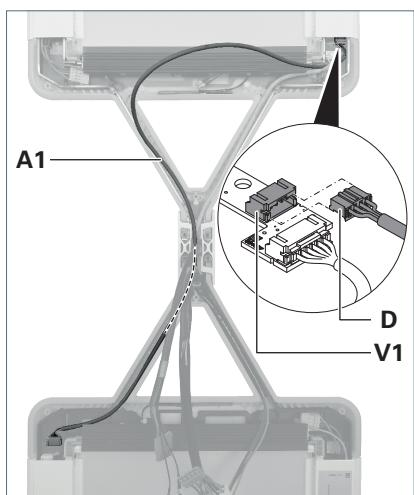

Fig. 12: Brancher le câble de commande.
- ▶ Poursuivez la pose du câble de commande **A1** du jeu de câbles dans le bras de support de la tête du luminaire, voir Fig. 12.